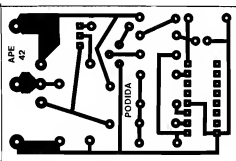

Fig. 2
- FIG. 2 - O LAY OUT DO CIRCUITO IMPRESSO ESPECÍFICO - Em tamanho natural (pode ser copiado diretamente, com carbono, sobre a face cobreada de um fenolite virgem...), o padrão de ilhas e pistas é mostrado na figura, provando o que dizíamos sobre "descomplicação"... Realmente, o arranjo, embora compacto e pouco "congestionado", com o que mesmo quem ainda não tem muita prática na confecção conseguirá "se virar" bem. Devido à presença do Integrado (e das suas inevitáveis ilhazinhas, próximas e rigorosamente alinhadas...) recomendamos enfaticamente a utilização de decalques ácido-resistentes, na elaboração do **lay out** pré-corrosão... Entretanto, quem for bastante atento e caprichoso, também obterá bons resultados usando canetas especiais ou outras formas de demarcar as regiões a serem protegidas do percloreto de ferro, durante a decapagem do cobre... O fundamental na confecção do Impresso é a rigorosa conferência final (obviamente **antes** de qualquer soldagem...) e a eventual correção de falhas ou "curtos" obviamente danosos ao funcionamento do circuito... As INSTRUÇÕES GERAIS PARA AS MONTAGENS dão "dicas" valiosas para o "antes", o "durante" e o "depois" da utilização prática de Circuitos Impressos... Vão lá... Lembramos que quem optar (e isso, claramente não é "obrigatório", mas ajuda muito...) pela aquisição da **PODIDA** na forma de **KIT** (tem um Anúncio/Cupom por aí, em outra página da Revista...) se "livrará" do trabalho de confecção, uma vez que receberá a placa já prontíssima, inclusive com a demarcação do "chapeado" em **silkscreen**, o que facilita enormemente a montagem **sem erros**...